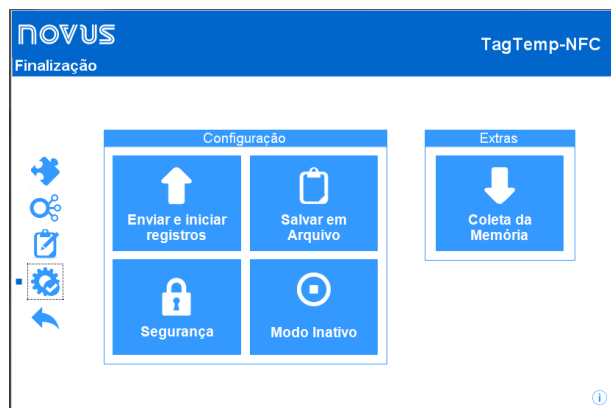

Fig. 32 – Tela Finalização – Envio de Registros
**Segurança:** É possível alterar, criar ou excluir uma senha configurada. A senha deve ter 4 dígitos. Na Fig. 32 é mostrada a tela de criação e alteração de senha.